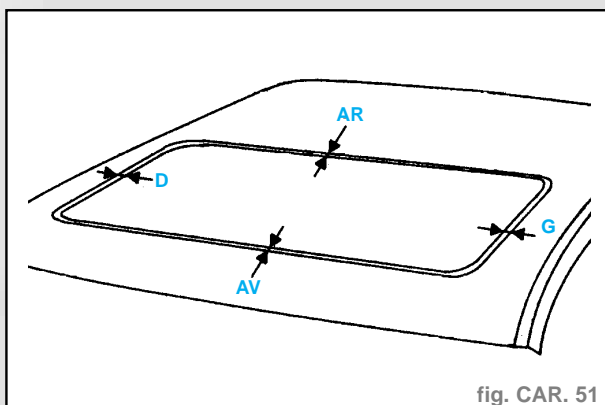

fig. CAR. 51
- A l'aide d'un réglét, contrôler sur trois points la répartition du jeu (fig. CAR. 51).